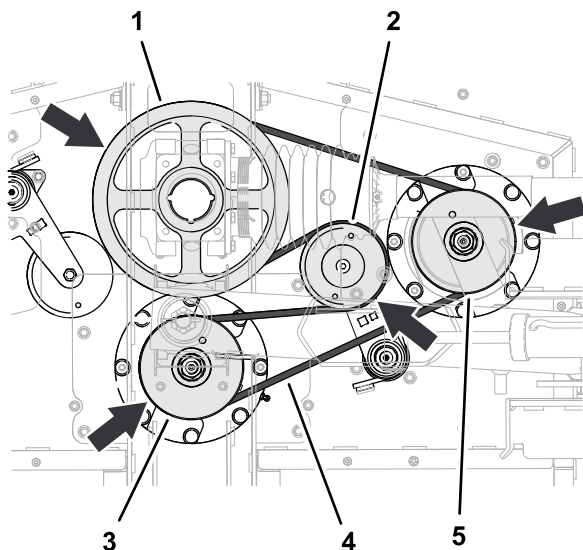

Рисунок 68
- Проложите длинный ремень вокруг ведущего шкива, верхней канавки шкива среднего шпинделя и шкива правого шпинделя (Рисунок 68).
2. С помощью монтировки или аналогичного инструмента поверните натяжитель ремня против часовой стрелки и наденьте ремень поверх шкива натяжителя (Рисунок 68).